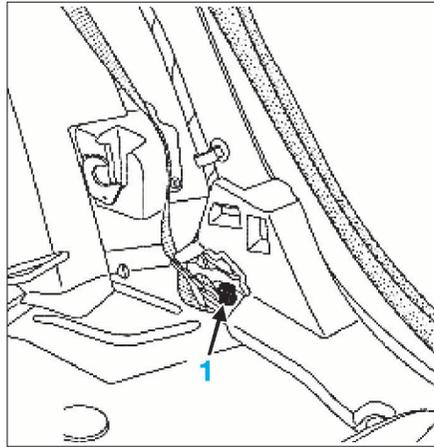

FIG. 23
- Déposer la vis (1) de fixation inférieure de ceinture (Fig.23).